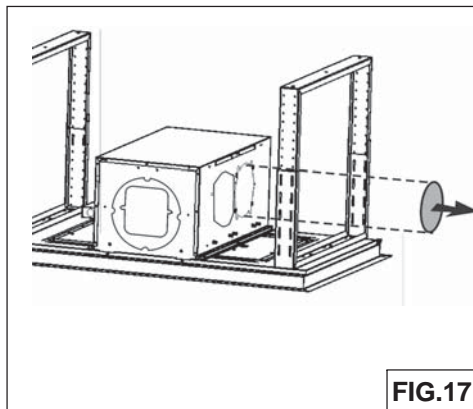

FIG.17
1. Enlever la partie pré-coupée (Fig.17).